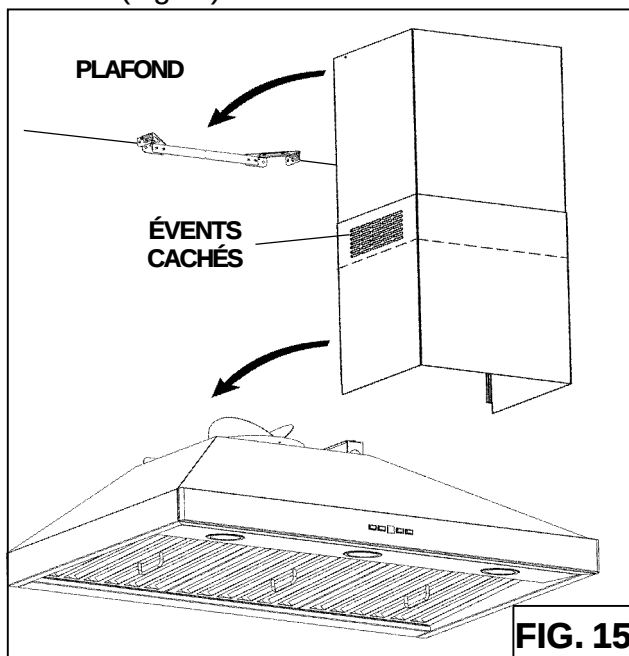

FIG. 15
5. Installez carneau décoratif supérieur et inférieur sur la hotte. Les évents sont dissimulés sur les plafonds de 8 pieds. Vents peut-être exposés à des plafonds de 9 pieds (Fig.15).